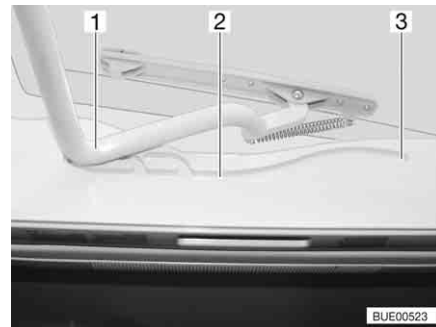

Fig. 54 Lanterneau Heki, glissière
- Tirer l'étrier (Fig. 54,1) dans les glissières (Fig. 54,2) jusqu'à la position la plus reculée (Fig. 54,3).
- Pousser l'étrier (Fig. 54,1) légèrement vers le haut avec les deux mains.
- Tirer l'étrier dans les glissières (Fig. 54,2) jusqu'à la position souhaitée.